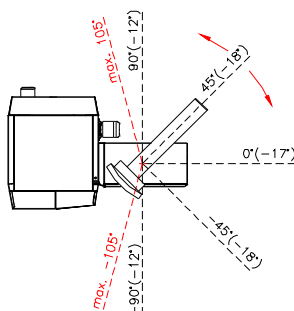
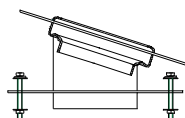

Abb.2
Abb.3
2. La vis doit être installée à droite de la chaudière, voir Abb.2 avec une rotation possible d'environ 90° vers l'avant ou vers l'arrière.
3. Le local de stockage devrait normalement se trouver au même niveau que la chaudière. La pente maximale admissible est marqué dans le schéma Abb.2. Avec un raccord en option, voir Abb.3, on peut avoir une inclinaison jusqu'à 18°.